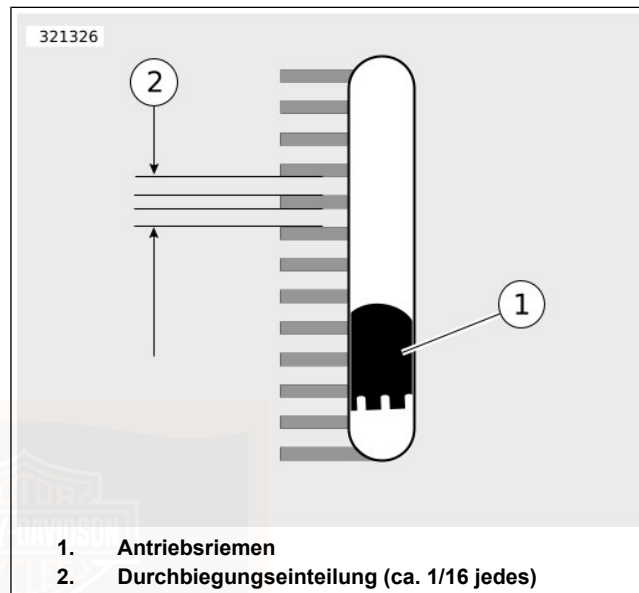

Abbildung 51. Sichtfenster der Riemendurchbiegung
- a. **Modelle, die mit Riemendurchbiegungs-Sichtfenster ausgestattet sind.** Siehe Abbildung 51. Die Riemendurchbiegung durch das Riemendurchbiegungs-Sichtfenster messen und dabei das Prüfgerät ruhig halten. Jede Durchbiegungseinteilung beträgt circa 1,59 mm (1/16 in).